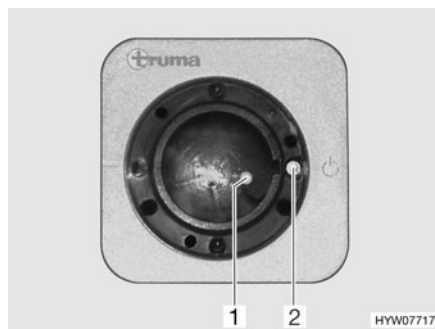
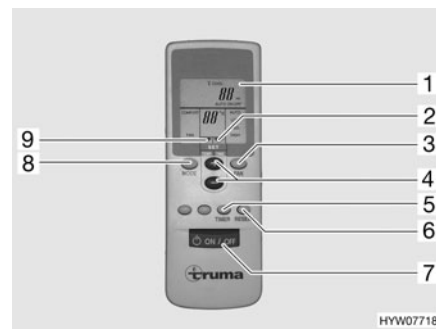

Fig. 144 Receptor
Fig. 145 Mando a distancia
- Conectar el mando a distancia por medio del interruptor (Fig. 145,7). La luz de control verde (Fig. 144,1) indica el funcionamiento de refrigeración.
- Ajustar el modo de funcionamiento deseado con la tecla (Fig. 145,8).
- De ser necesario, ajustar la potencia del ventilador y la temperatura ambiente deseadas con las teclas (Fig. 145,3 y 4). La flecha (Fig. 145,9) indica el modo de ajuste seleccionado.
- ▷ En el receptor se encuentra un pulsador interruptor adicional (Fig. 144,2) con el cual la instalación de aire acondicionado también se puede desconectar o conectar sin mando a distancia. En caso de que se conecte la instalación de aire acondicionado por medio de este pulsador interruptor, automáticamente se seleccionará el último modo de funcionamiento ajustado en el mando a distancia.
- Para desconectar, volver a pulsar la tecla (Fig. 145,7) del mando a distancia.
- Para la programación, conectar la instalación de aire acondicionado con la tecla (Fig. 145,7) del mando a distancia.
- Ajustar el modo de funcionamiento y la temperatura ambiente deseados con las teclas (Fig. 145,8, 3 y 4).
- Seleccionar la función deseada (Fig. 145,1) con la tecla (Fig. 145,5):
- Seleccionar el tiempo de conmutación deseado (de 1 a 15 horas) con las teclas (Fig. 145,4). La flecha (Fig. 145,2) parpadea e indica el modo de ajuste seleccionado.
- ▷ Con la tecla (Fig. 145,6) se realizan transmisiones repetidas de los ajustes del mando a distancia al emisor.